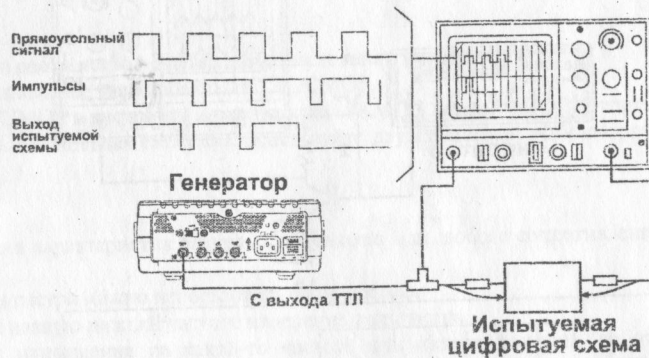

Рис.7
- (a) Подключите схему как показано на рис. 7.